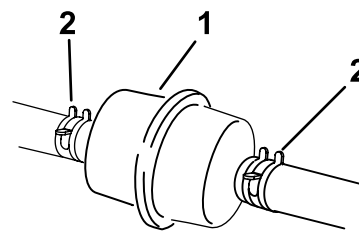

Figure 47
6. Raccordez les conduites d'alimentation de chaque côté du filtre à carburant avec des colliers (Figure 47).
7. Pincez les extrémités des colliers et éloignez les colliers du filtre (Figure 47).